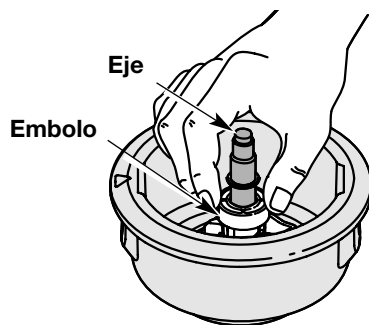

Fig. 18
5. Limpie el eje y la superficie interior de la bobina exterior. Para limpiar el eje debajo del émbolo, empuje el émbolo hacia abajo (Fig. 18). Saque toda la suciedad o residuos del eje.